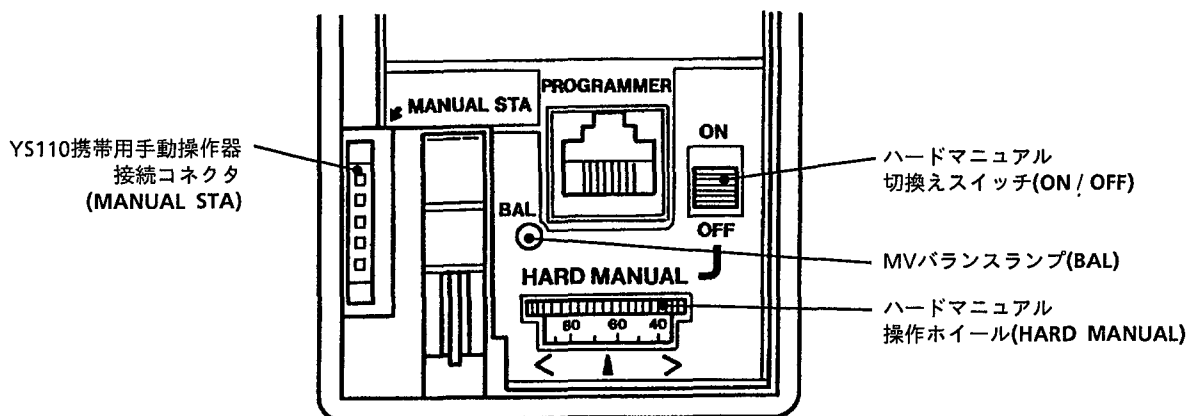

図7.2 ハードマニュアル操作部
フロントパネルをスイングアップすると、内部パネルにバックアップ用のハードマニュアル(アナログ回路で構成された手動操作出力)操作部が現れます(図7.2参照)。
- ①フロントパネルをスイングアップします。
- ②YS110携帯用手動操作器を、携帯用手動操作器接続コネクタ(図7.2参照)に接続します。
- ③YS110携帯用手動操作器を操作して、MV操作を可能にします。
- ④内器を引き出します。
- ⑤YS110携帯用手動操作器を挿入します。YS110携帯用手動操作器は、後部コネクタに接続されると、外部電源で動作します。